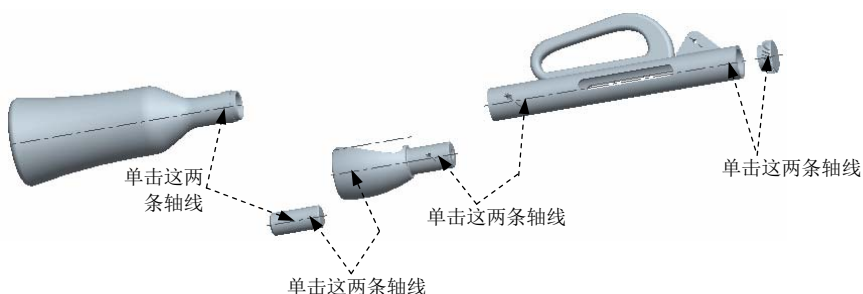

图 9.5.11 操作过程
(3) 分别选择图 9.5.11 所示的两条轴线，单击 **应用** 按钮。
(4) 完成同样的四次操作后，单击 **关闭** 按钮。
(5) 完成以上分解状态后，单击“分解工具”操控板中的 按钮。